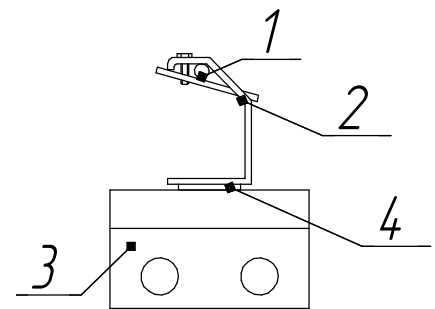

Рис.3 Подвес на трос распредел.коробки:
4.4 Распред. коробка подвешивается на трос (см. рис.3 приложение А).
7.7 Подвесить распред. коробку на трос при помощи скобы (см. приложение А, рис.3).